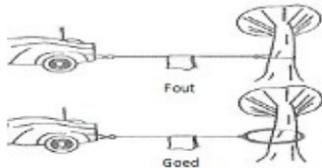

Figure 3
7. Ne jamais accrocher le câble au câble lui-même, car cela pourrait l'endommager. Utilisez une élingue en nylon (fig. 3).